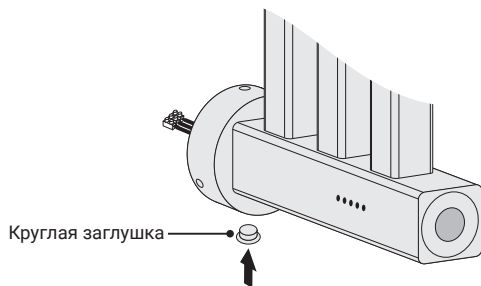

Рис.7
4.2.3. Установить круглую заглушку на нижней стороне коробки скрытого подключения вместо заглушки с отверстием (рис. 7).